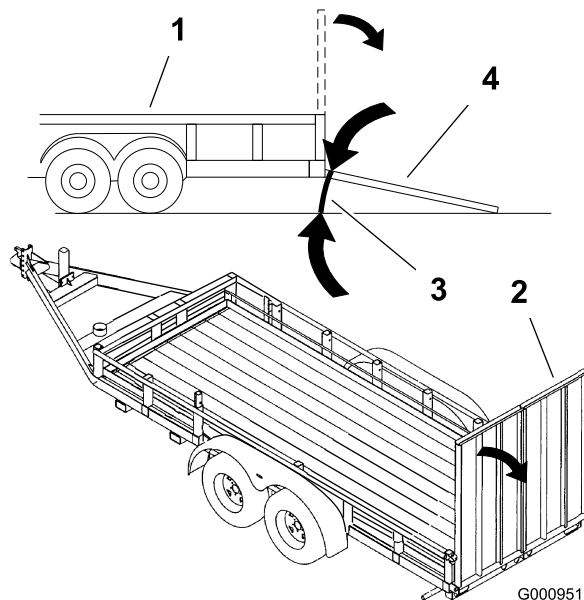

Figure 29
- Utilisez une rampe d'une seule pièce qui dépasse de chaque côté des roues arrière, plutôt que des rampes individuelles pour chaque côté de la machine (Figure 29). Lorsque la plate-forme est abaissée et verrouillée en position, elle doit dépasser à l'arrière entre les roues arrière, et empêche ainsi la machine de basculer en arrière. La rampe d'une seule pièce constitue une surface d'appui pour la plate-forme au cas où la machine bascule en arrière. Lorsque la plate-forme est relevée, une rampe d'une seule pièce constitue une surface sur laquelle vous pouvez marcher derrière la machine.
- La rampe doit être suffisamment longue pour que les angles n'excèdent pas 15 degrés (Figure 29). Si l'angle est supérieur, des composants des louchets peuvent se coincer lors du transfert de la machine de la rampe à la remorque ou au camion. La machine risque en outre de basculer en arrière. Si la machine se trouve sur ou près d'une pente, placez la remorque ou le camion en aval et la rampe en amont. Cela minimise l'angle de la rampe. La remorque ou le camion doit être aussi de niveau que possible.